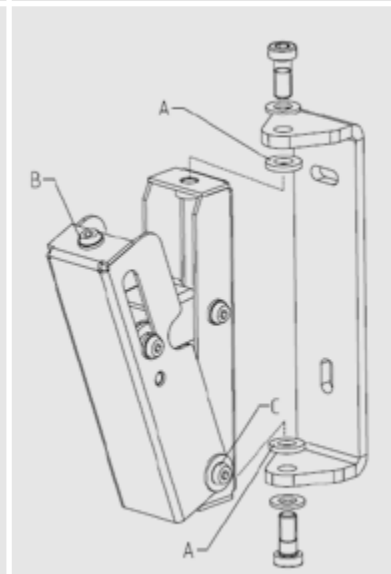
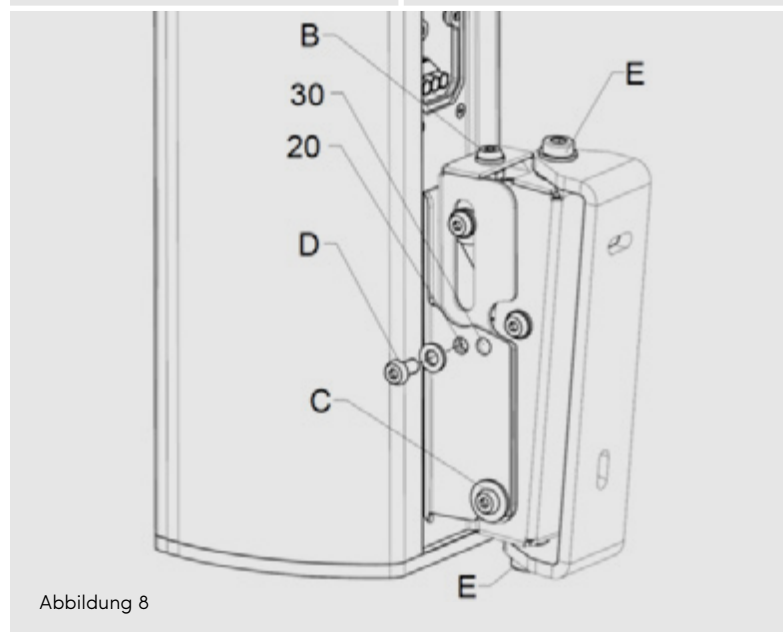

Abbildung 7
Abbildung 8
4. Befestigen Sie den **WLX-100** oder **WLX-221** mit zwei Schrauben und Dübeln am Gebäude. Hierzu muss der Halter vom Wandwinkel demontiert werden. Vergessen Sie bei der Montage nicht, die beiden Zahnscheiben (A) jeweils zwischen Halter und Wandwinkel zu platzieren. Achten Sie darauf, den Wandwinkel mit dem horizontalen Langloch nach oben zu montieren. **SIEHE ABBILDUNG 7.**
5. Stellen Sie den Halter in eine ungefähr senkrechte Stellung, indem Sie die Verstellspindel (B) nach rechts drehen.
6. Setzen Sie den Lautsprecher mit dem Aufnahmeblech auf den Wandhalter. Dabei muss das Aufnahmeblech beidseitig in der Schraube (C) einrasten. **SIEHE ABBILDUNG 8.**
7. Danach werden beidseitig die Fixierschrauben (D) eingeschraubt und festgezogen auf 8-10 Nm. Dabei gibt es zwei Möglichkeiten: Wird die vordere Bohrung (20) verwendet, ergibt sich ein Verstellwinkel von 0-20°; wird die hintere Bohrung (30) verwendet, ein Winkel von 10-30°.
8. Stellen Sie den gewünschten Neigungswinkel ein. Hierzu drehen Sie die Verstellspindel (B) nach links. Sollten Sie den Neigungswinkel wieder verringern müssen, drehen Sie die Verstellspindel zurück; dabei sollten Sie den Lautsprecher etwas entlasten und in Richtung Wandhalter drücken.
9. Lösen Sie die Klemmschrauben (E) der Horizontalachse etwas und drehen Sie den Lautsprecher in seine gewünschte Position.
10. Sind Neigung und Drehung zufriedenstellend, ziehen Sie die Klemmschrauben (E) auf ein Drehmoment von 20 Nm an. Ziehen Sie die übrigen Schrauben (C, F, G) mit 8 bis 10 Nm an.